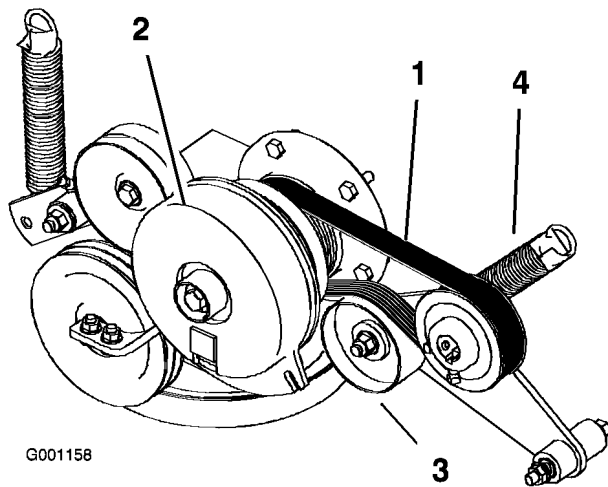

Bild 60
3. Entfernen Sie die Feder vom Spannarm (Bild 60).
4. Legen Sie einen neuen Riemen um die Motor- und Hydraulikpumpenscheiben (Bild 60).
6. Haken Sie die Feder wieder in den Spannarm ein (Bild 60).